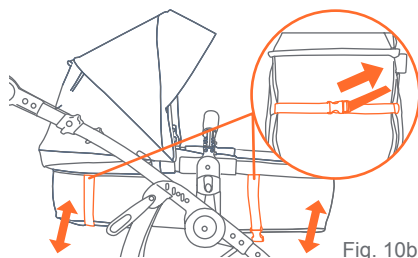

Fig. 10b
- **Positions verticale et inclinée :** Attachez les sangles du repose-pieds et de l'appui-tête à l'arrière du siège. Tirez sur les sangles qui dépassent afin de bien ajuster le siège (Fig. 10b).
- **Position landau :** Assurez-vous que les sangles du repose-pieds et de l'appui-tête sont desserrées et allongez complètement le siège (Fig. 10b).